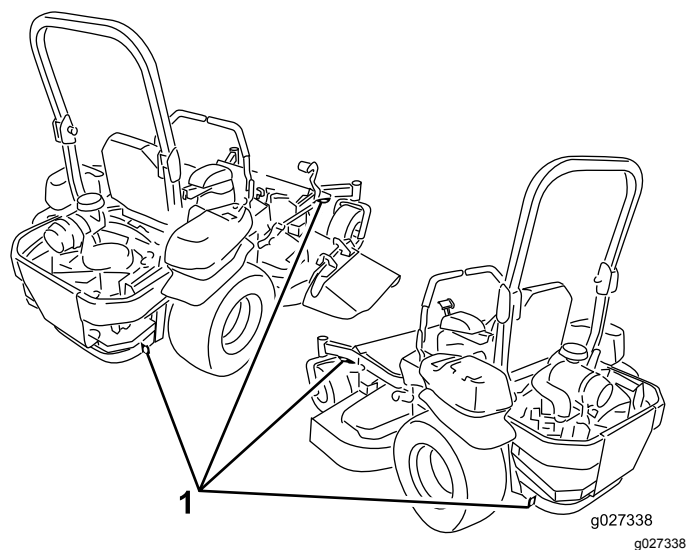

Figura 42
6. Amarre la máquina junto a las ruedas giratorias delanteras y el guardabarros trasero con correas, cadenas, cables o cuerdas (Figura 42). Consulte la normativa local respecto a los requisitos de amarre.